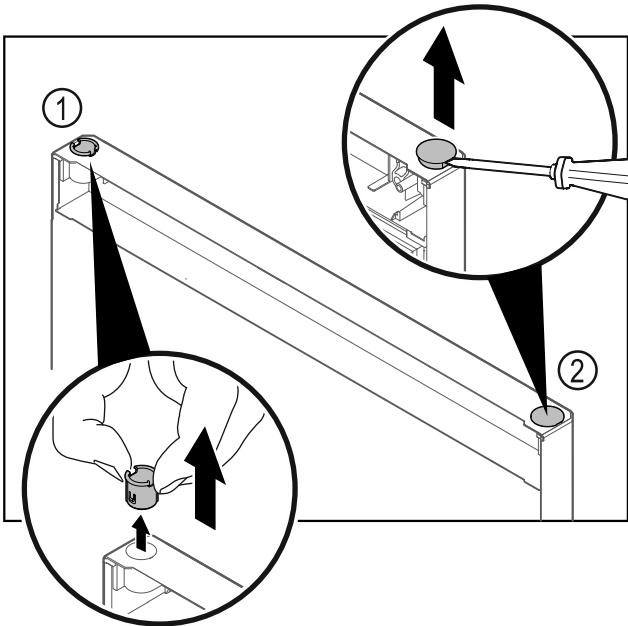

Fig. 39 Дверцята морозильної шафи
- Витягніть шарнірну втулку Fig. 39 (1) пальцями.
- За допомогою шліцевої викрутки обережно піdnіміть заглушку Fig. 39 (2) та витягніть її.